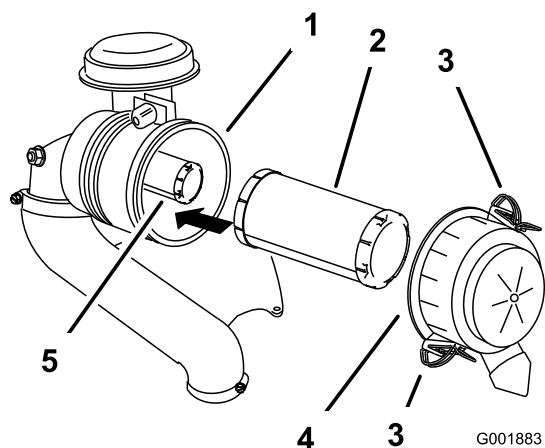

Figura 41
3. Rilasciate i dispositivi di fermo del filtro dell'aria e togliete il coperchio dal corpo del filtro (Figura 41).
5. Estraiete con cautela il filtro primario dal corpo del filtro dell'aria (Figura 41).
2. Se sostituite il filtro interno, inseritelo con cautela nel corpo del filtro (Figura 41).
3. Montate con cautela il filtro primario sul filtro di sicurezza (Figura 41).
4. Montate il coperchio del filtro dell'aria e chiudete i fermi (Figura 41).